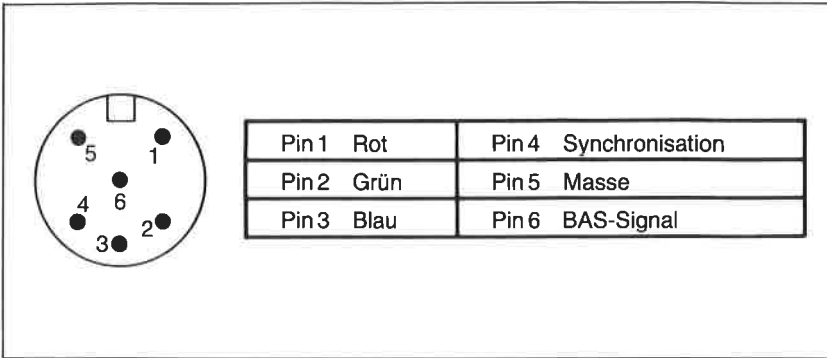

Abb. 1.1: Pin- und Signalbelegung des Videoanschlusses
Das zur Ansteuerung benötigte Schwarzweiß- oder Farbsignal wird an einer 6-poligen DIN-Buchse an der Gehäuserückseite zur Verfügung gestellt, dessen Belegung in Abb. 1.1 gezeigt ist. Die für die Farbansteuerung benötigten Signale treten getrennt als Rot- (R), Grün- (G) und Blausignale (B) an den Anschlußstiften 1, 2 und 3 auf. Das zusätzlich benötigte Synchronisationssignal kann an PIN 5 abgegriffen werden.